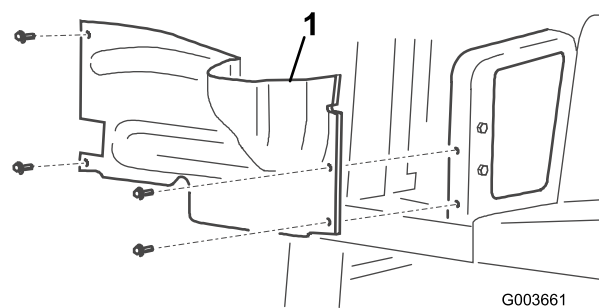

Figura 2
4. Retire as 4 parafusos que fixam o resguardo da roda direita à estrutura e retire o resguardo (Figura 2).